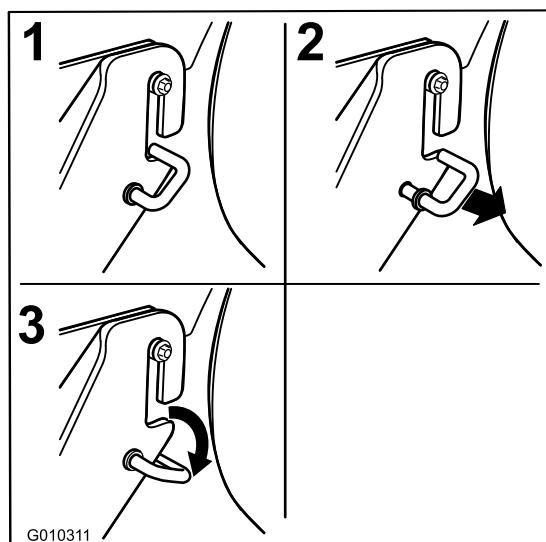

Figura 65
6. Extraiga los ganchos a resorte de las ranuras de los soportes de las pletinas de suspensión en cada lado de la plataforma (Figura 65).